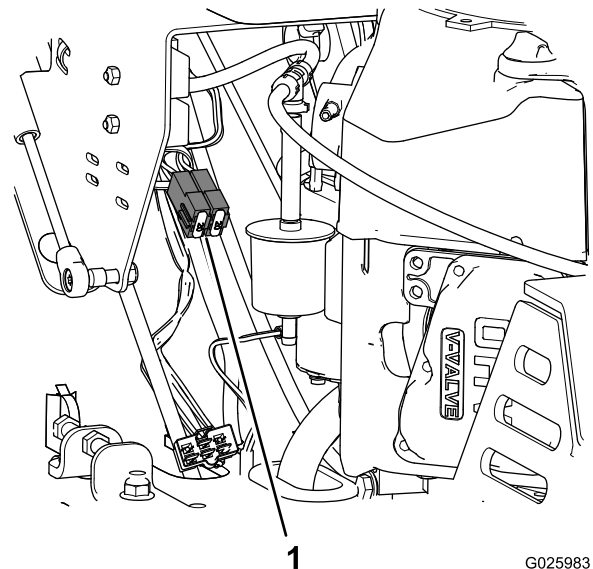

Figura 51
3. Saque el fusible del zócalo del bloque de fusibles (Figura 51).
4. Introduzca un fusible del mismo tipo y amperaje en el zócalo del bloque de fusibles (Figura 51).